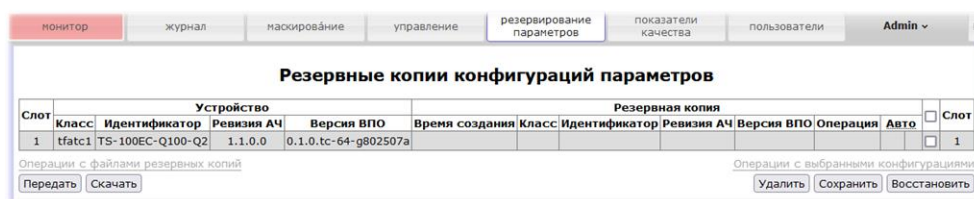

Рисунок 37 – Вид вкладки [Резервирование параметров]
- в СУ выбрать вкладку [Резервирование параметров], см. рисунок 37;